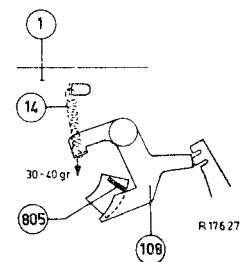

Fig. 9
6. Die Spannung der Zugfeder 14, die an Verriegelbügel 108 befestigt ist, muss zwischen 30 und 40 Gramm liegen. Dies gemessen in der Stellung "AUS" an der Stelle, wo die Feder in den Bügel 108 eingehakt worden ist. (Siehe Abb. 9).